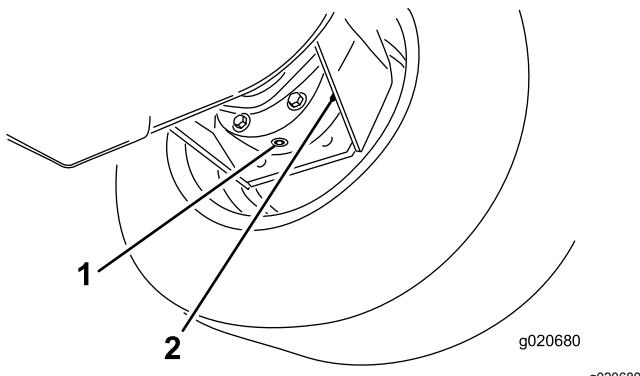

Figura 89
3. Coloque un recipiente debajo del alojamiento del freno, retire el tapón y deje que se drene el aceite (Figura 89).